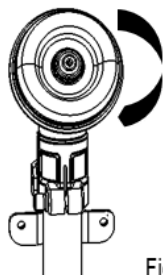

Fig.7
1. Entfernen Sie die Mutter (im Uhrzeigersinn) und alle KopfkompONENTEN (Abb. 7 und 8).